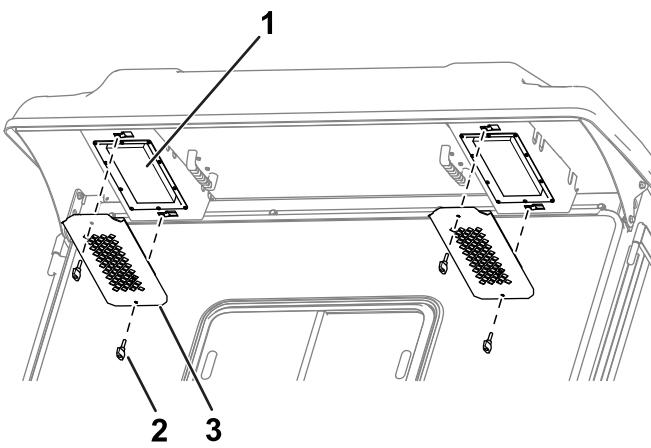

Figure 88
1. Enlevez les boutons et les grilles de l'avancée arrière de la cabine (Figure 88).
4. Utilisez les boutons et les grilles pour reposer les filtres dans la cabine (Figure 88).